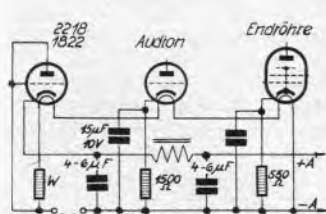

Abb. 2. Umschaltung unter Verwendung einer indirekt geheizten Endröhre als Gleichrichterröhre.
2. Beibehaltung des Heizstromkreises und Erzeugung des Anodengleichstromes durch eine indirekt geheizte Gleichstrom-Lautsprecherröhre (z. B. REN 1822, L 2218), die bei etwa 25 mA Belastung immerhin noch ca. 185 Volt Gleichstrom liefert. Der Heizstrom-Vorwiderstand ist in diesem Fall entsprechend (durch Messung leicht festzustellen) zu reduzieren. (Siehe Abbildung 2.)